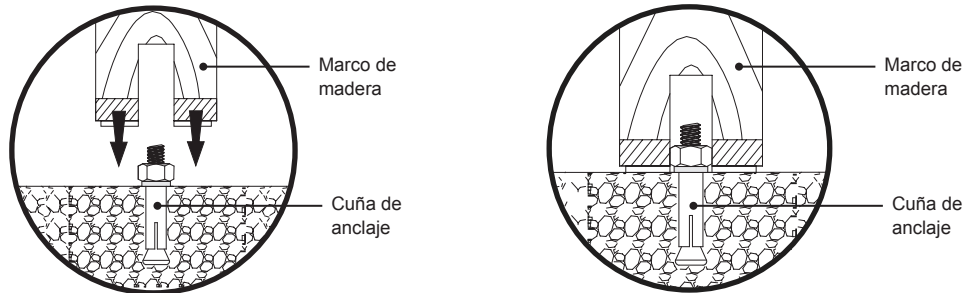

Figura 23. Colocación del marco de madera
- 2 Una vez que los agujeros están alineados con los anclajes de cuña, baje suavemente el aparato hacia abajo (Figura 23).